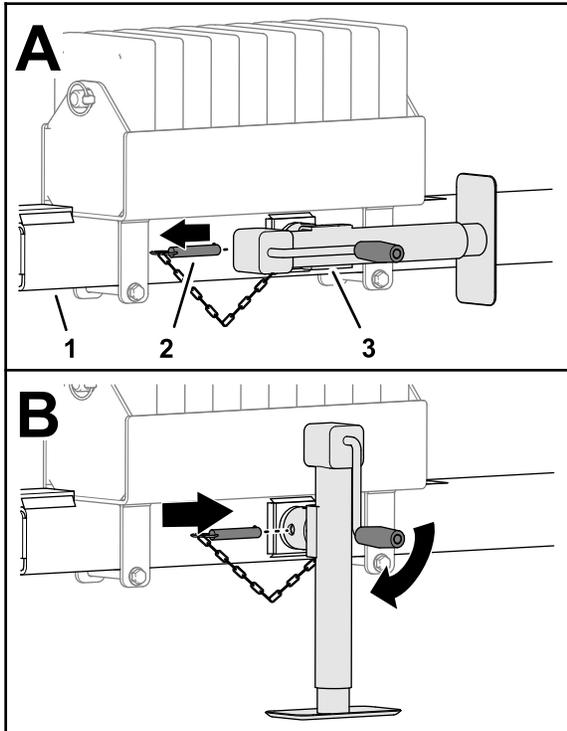

Figura 27
1. Retire el pasador que fija el gato al tubo de enganche y retire el gato; consulte la Figura 27 en Apoyo de la parte delantera de la máquina con el gato (página 29).
4. Retire el pasador que fija el gato en el tubo de enganche (Figura 27).
5. Gire el gato en sentido vertical (Figura 27).
6. Inserte el pasador a través de los orificios horizontales en el gato y el tubo de enganche (Figura 27).